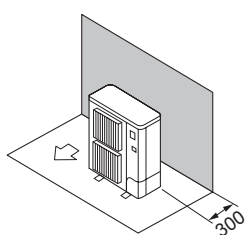

Fig. 2-6
- ① Miejsce ograniczone tylko z tyłu (Fig. 2-6)